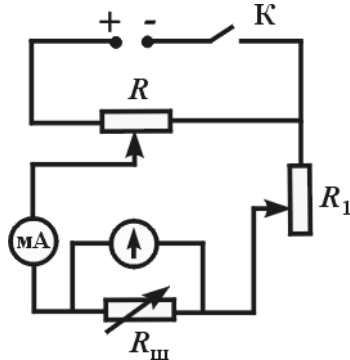
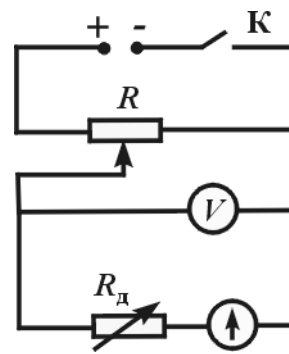

Рис. 3.3
Рис. 3.4
Чтобы проверить правильность выбранного сопротивления шунта необходимо собрать схему, приведенную на рис. 3.3. В качестве шунта используется магазин сопротивлений Р-33. Регулирование тока в цепи осуществляется с помощью реостата R_1 и потенциометра R с номинальными сопротивлениями соответственно 5000 Ом и 30 Ом. Цифровой электронный прибор М890G служит образцовым измерителем тока при проверке правильности выбранного сопротивления шунта и градуировке изготовленного амперметра. Градуировка изготовленного вольтметра осуществляется сравнением его показаний с показаниями цифрового электронного прибора М890G, который используется в качестве образцового вольтметра по схеме, приведенной на рис. 3.4. В качестве добавочного сопротивления применяется тот же магазин Р-33, на котором набирается расчетное значение сопротивления $R_{\text{д}}$. Регулятором напряжения служит реостат R с номинальным сопротивлением 30 Ом.
2. Соберите схему по рис. 3.3. Установите подвижный контакт реостата R_1 в среднее положение, а потенциометра R — в положение, которое соответствует минимальному напряжению. Обратите внимание на то, чтобы проводники, которые подводят ток, были подсоединены к зажимам шунта, а не микроамперметра.
2. Соберите схему по рис. 3.4, установите подвижный контакт потенциометра R в положение, соответствующее минимуму напряжения. На магазине Р-33 наберите сопротивление, равное добавочному сопротивлению R_d .